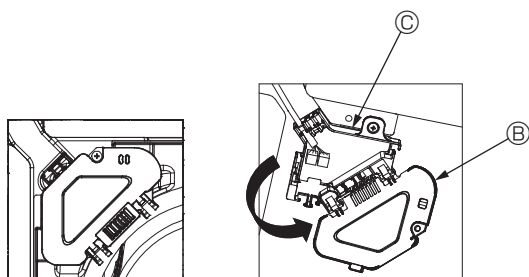

Fig. 4-5
- ③ Fjern den skrue, der holder el-boksens afdækning fast, og åbn afdækningen. (Fig. 4-5)
- ④ Placer tilslutningsledningsstikket i el-boksen.
- ⑤ Monter ledningsafdækningen og el-boksaafdækningen.